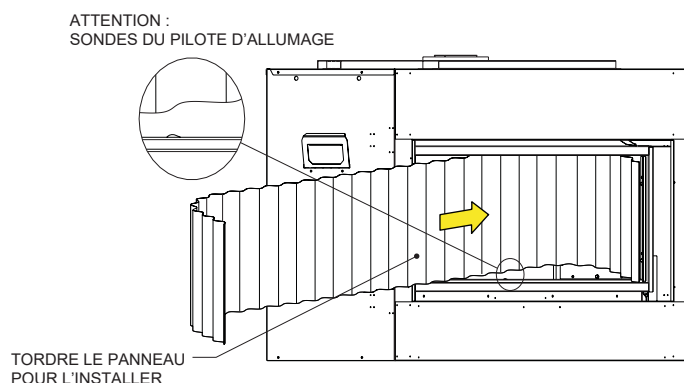

Figure 4
10. Pour installer la garniture, il sera plus facile d'insérer l'extrémité droite dans l'âtre en premier. **Voir Figure 4.** Pour l'insertion, il sera requis de tordre légèrement la garniture. La garniture devra être poussée dans les coins de l'âtre juste assez pour engager le rebord avant droit dans le support de retenue de droite. **Voir Figure 4.**